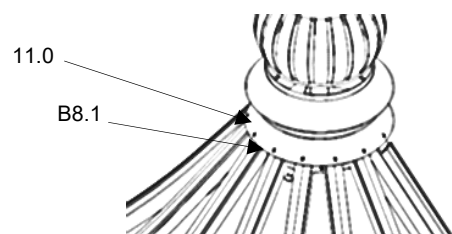

Abb.32
**alle Dachsprossen (Innen) am unteren Druckring des Dachlüfters (11.0) mit Linsen-Blechschauben (B8.1) montieren.** (Abb.32)